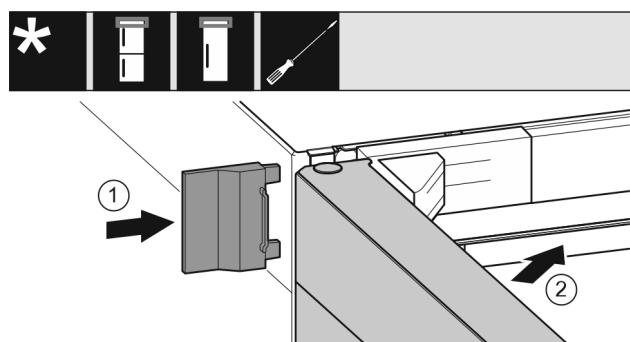

Fig. 21
- ▶ Нахлuzете външния капак. *Fig. 21 (1)*
- ▶ Затворете горната врата. *Fig. 21 (2)*